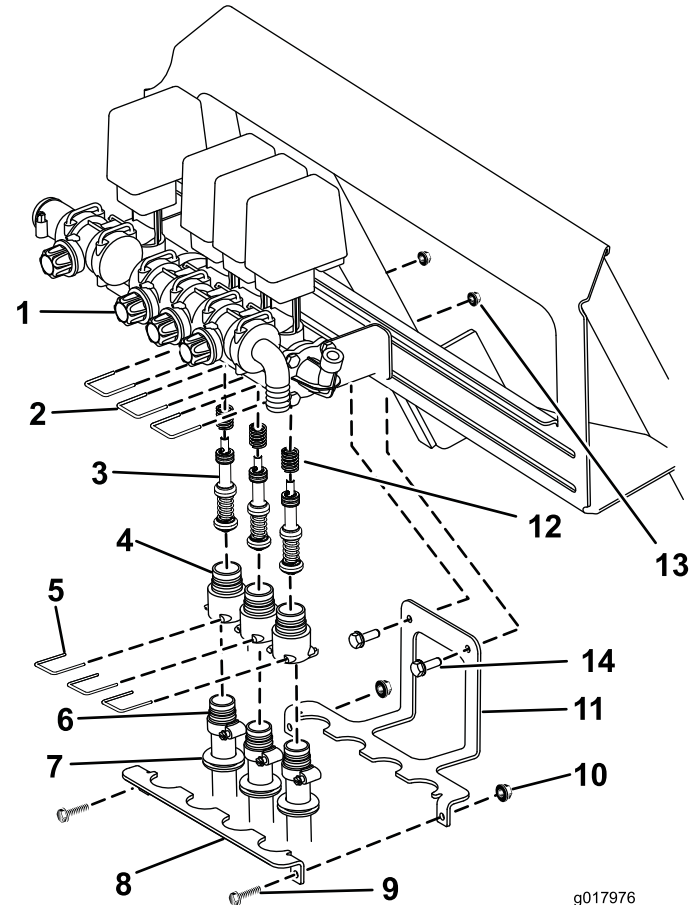

Figure 1
**Remarque:** Reportez-vous à la Figure 1 pour toute cette procédure.
1. Fixez le support de stabilisation de flexibles sur l'arrière de la machine, comme illustré à la Figure 1 avec 2 boulons (5/16 x 3/4") et écrous à embase (5/16").